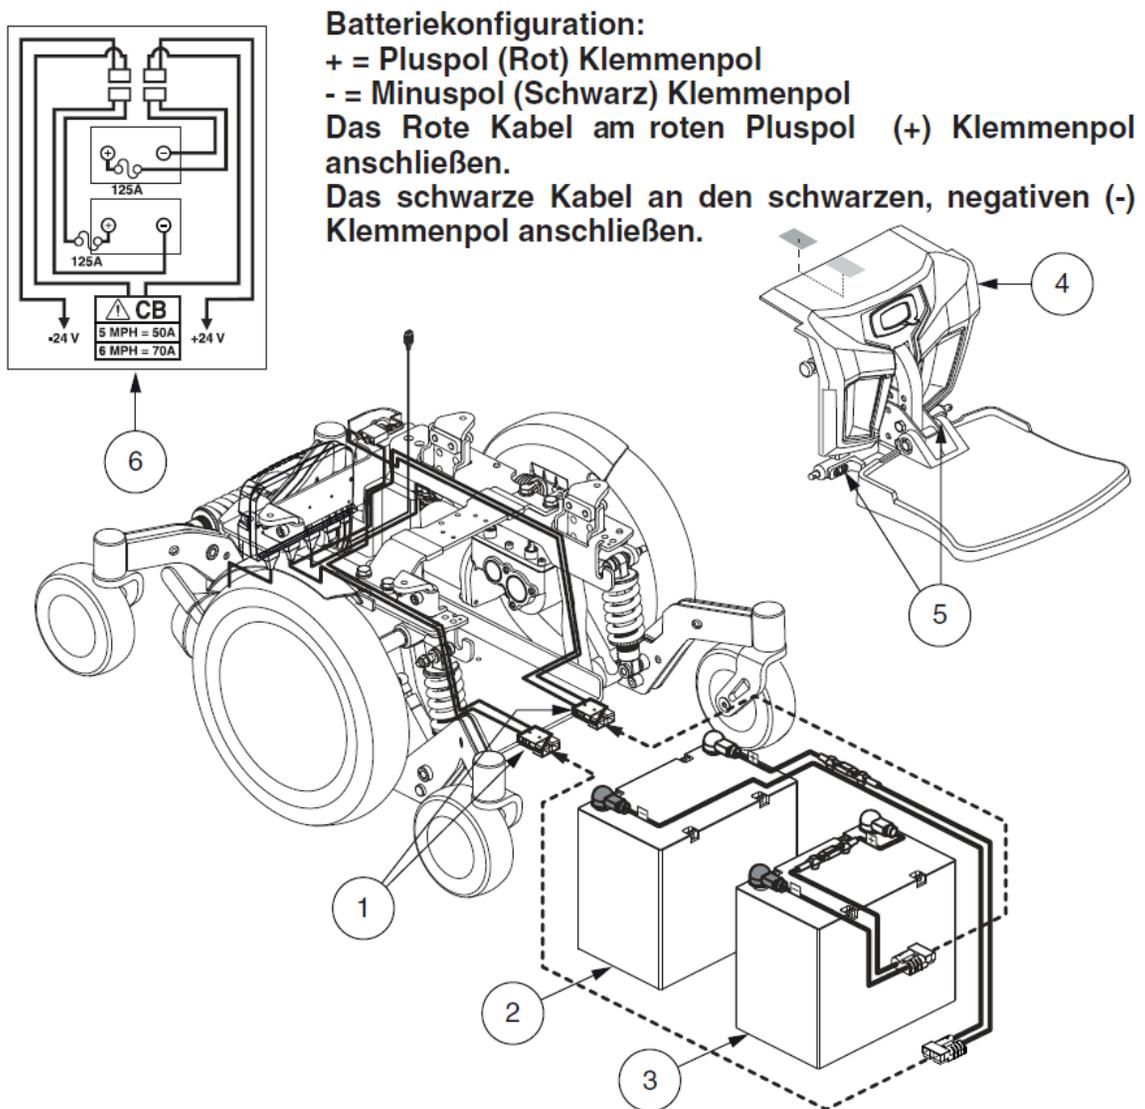

Bild 19 Einbau der Batterie
3. Entfernen Sie die vordere Abdeckung, in dem Sie die Schnellentriegelungs-Griffe (**siehe Bild 19**) drücken und das Fußbrett nach oben vom Netzteil weg heben.
7. Verbinden Sie den Kabelbaum mit der neuen vorderen Batterie sowie auf dem Diagramm der Batterieverkabelung beschrieben. **Siehe Bild 19.**
8. Verbinden Sie den Kabelbaum der neuen hinteren Batterie so wie auf dem Diagramm der Batterieverkabelung beschrieben. **Siehe Bild 19.**